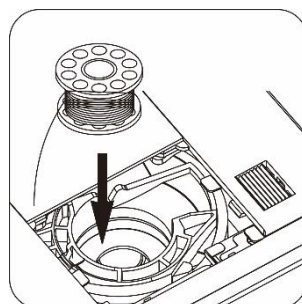

Abb. 10
- 2) Setzen Sie eine neue Spule in die Halterung ein. Ziehen Sie 10 cm Faden heraus (Abb. 10 und 11).